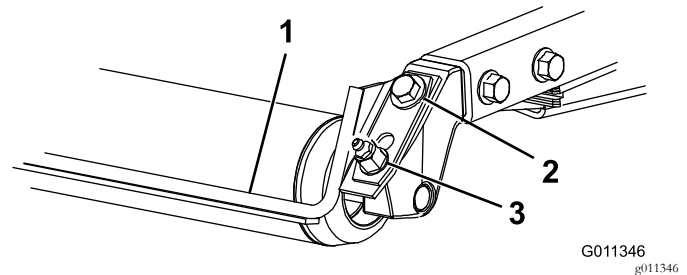

Figura 7
1. Afoje el engrasador y el tornillo de montaje (Figura 7).